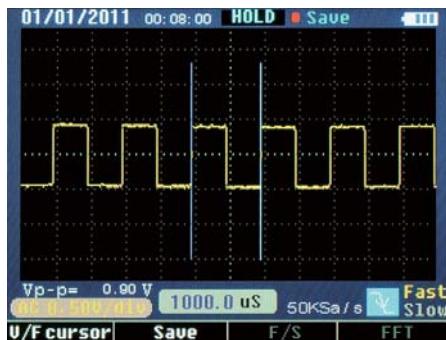

Figure 2-11-1
3. Le mode d'affichage de la fréquence et du cycle est aussi basculé à chaque appui gauche/droite. Active le curseur gauche affichant la fréquence, curseur droit pour le cycle. Voir figure 2-11-1.